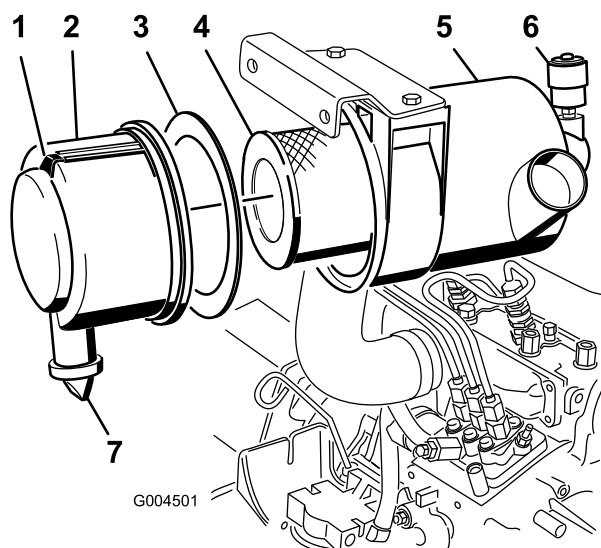

Figure 45
- Faites l'entretien du filtre à air quand l'indicateur de colmatage (Figure 45) est rouge ou toutes les 400 heures (plus fréquemment si vous travaillez dans une atmosphère extrêmement poussiéreuse ou sale). N'effectuez pas l'entretien du filtre à air trop souvent.
1. Tirez le verrou vers l'extérieur et tournez le couvercle du filtre à air dans le sens anti-horaire (Figure 45).
2. Déposez le couvercle du corps du filtre à air (Figure 45).
4. Déposez et remplacez l'élément principal (Figure 45).
6. Vérifiez que le joint en mousse est en place dans le couvercle et qu'il n'est pas déchiré ou endommagé (Figure 45). Remplacez-le s'il est endommagé.
- A. Retirez la valve de sortie en caoutchouc du couvercle (Figure 45).
10. Réarmez l'indicateur de colmatage (Figure 45) s'il est rouge.